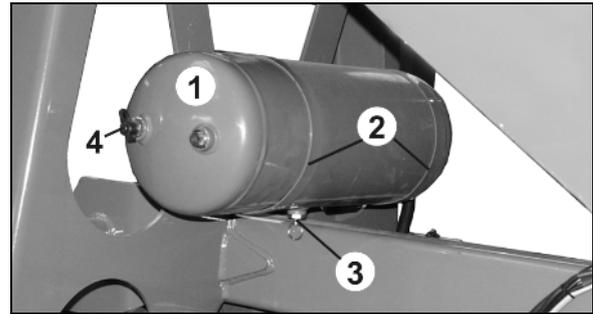

Fig. 141
1. Tirez vers le côté la vanne de purge (Fig. 141 / 3) au dessus de la bague jusqu'à ce qu'il n'y ait plus d'eau qui s'écoule du réservoir d'air.